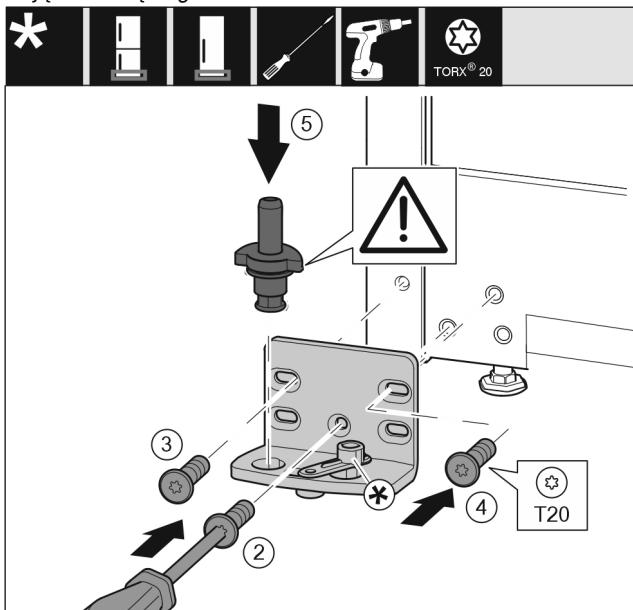

Fig. 36
- Płytkę zawiasu założyć z drugiej strony i przykręcić przy pomocy śrubokręta T20. Rozpocząć od śruby 2 dolnej umieszczonej na środku. *Fig. 36 (2)*
- Dokręcić śrubę 3 i 4. *Fig. 36 (3,4)*
- Założyć cały sworzeń płytki zawiasu. Przy tym zwrócić uwagę, by krzywka zatrzaskowa wskazywała do tyłu. *Fig. 36 (5)*